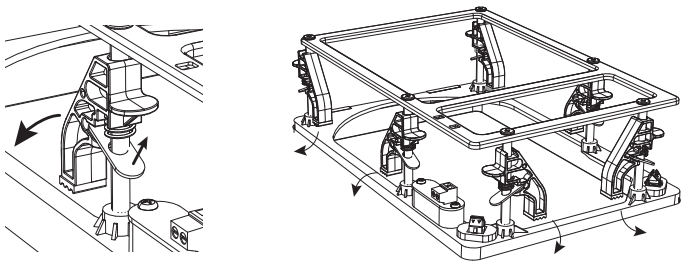
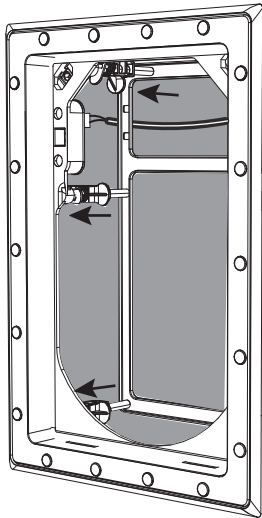

图 9. 从收起位置调整安装夹
图 11. 框架牢固地固定在墙上
2. 到达框架内部，然后将安装夹旋转到"夹紧"位置，在这里它们可以向孔的后部施加夹紧力（图 9 和 10）。将框架按入并拧紧每个夹具，以便将框架固定到位（图 11）。